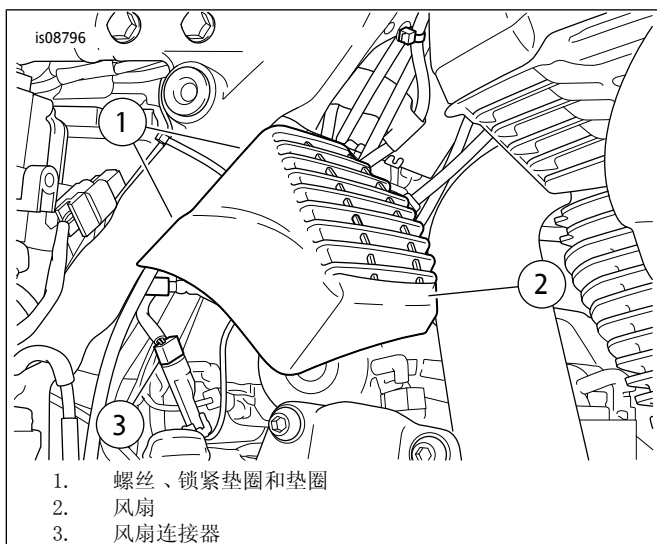

图2。定位风扇
2. 参见图2。定位风扇组件。从电池托盘区域内，安装螺丝(1)、锁紧垫圈(2)和平垫圈(3)。拧紧至：